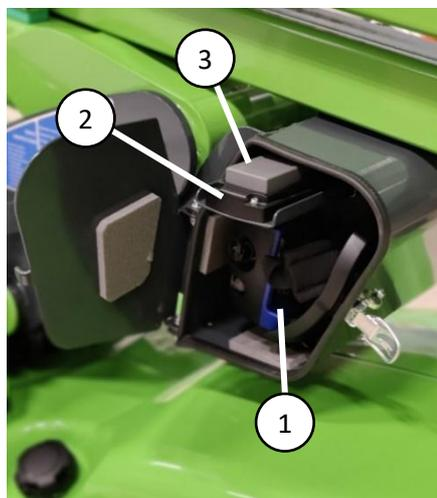

図 4. 下部操作盤
- 上部(図 3(11))および下部操作盤(図 4(4))にある非常停止スイッチは、いつでも使用できます。